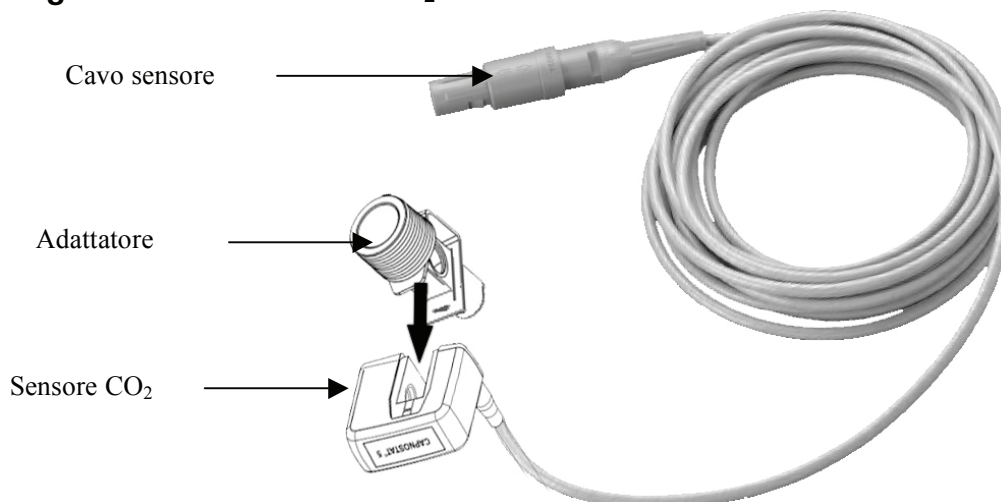

Figura 3.10 Illustrazione del collegamento del sensore CO₂ Mainstream
2. Inserire a scatto il sensore CO₂ sull’adattatore delle vie aeree come illustrato nella Figura 3.10. A inserimento correttamente eseguito, si udirà un “clic”.